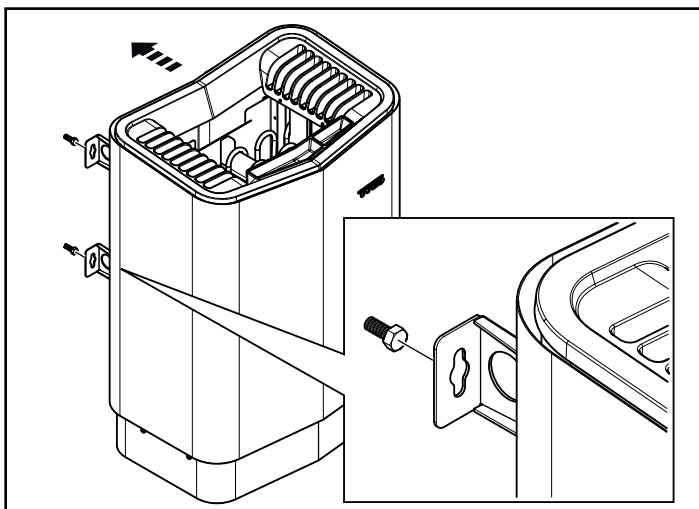

Figure 14 : Suspendez le poêle.
9. Suspendez le poêle sur les vis (voir figure 14).